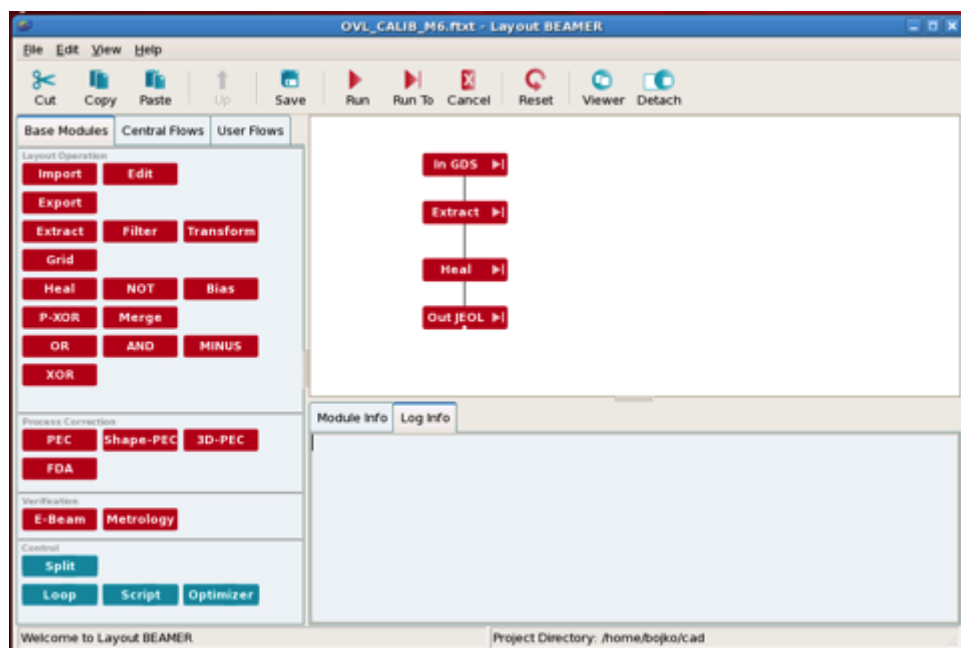

Рис. 1. Скриншот окна программы Beamer для подготовки файла.
1.2. Типичный и самый простой скрипт программы показан на рис. 1. Получить скрипт можно следующим образом: